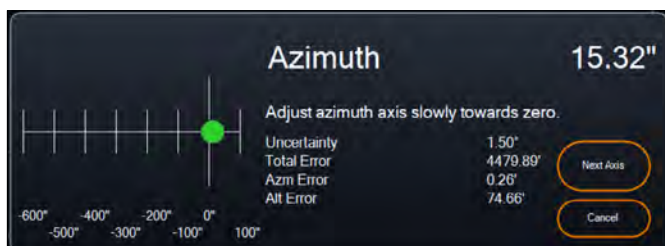

Fig. 18: Fenêtre d'ajustement de l'axe d'azimut pendant l'alignement polaire dans CPWI.
- c. Soulevez et faites pivoter l'ensemble du trépied et de la monture de sorte que l'axe d'ascension droite (RA) pointe approximativement plein nord. La position de la monture n'a pas besoin d'être parfaite. Visez à environ 5° vers le nord afin que la monture se trouve dans la plage des boutons de réglage fin de l'azimut de la monture. Utilisez une application de boussole gratuite pour votre smartphone si vous avez besoin d'aide pour trouver le Nord.
4. Après que SSAG ait obtenu les références d'alignement, il affichera la fenêtre d'ajustement de l'axe d'azimut (Fig. 18). Faites doucement l'ajustement fin de l'azimut de la monture jusqu'à que la valeur « Erreur Azm » soit inférieure à deux minutes d'arc.